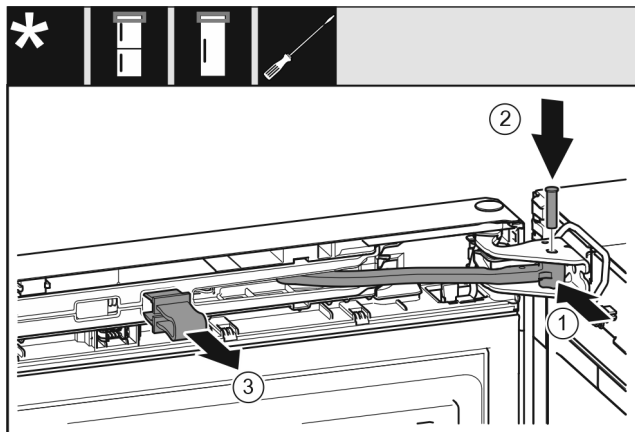

Fig. 71
- ▶ Otočte kloub Fig. 71 (1) ve stojanu ložiska.
- ▶ Vložte čep Fig. 71 (2) do stojanu ložiska a kloubu. Přitom dávejte pozor, aby byla zajišťovací vačka správně usazena v drážce.
- ▶ Pojistku Fig. 71 (3) vytáhněte.